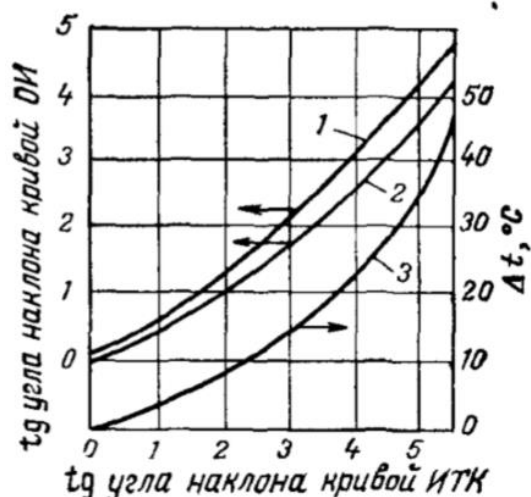

Рисунок 4 – График для построения кривых ОИ нефтяных фракций
- 1) Определяют $tg \angle ИТК$; по графику (рисунок 4).
- 3) По кривой 3 (рисунок 4) определяют Δt – разность между 50%-ными точками на линиях ИТК и ОИ. Из $tg \angle ОИ = 0,7$ следует, что $\Delta t = 7 \text{ }^\circ\text{C}$.